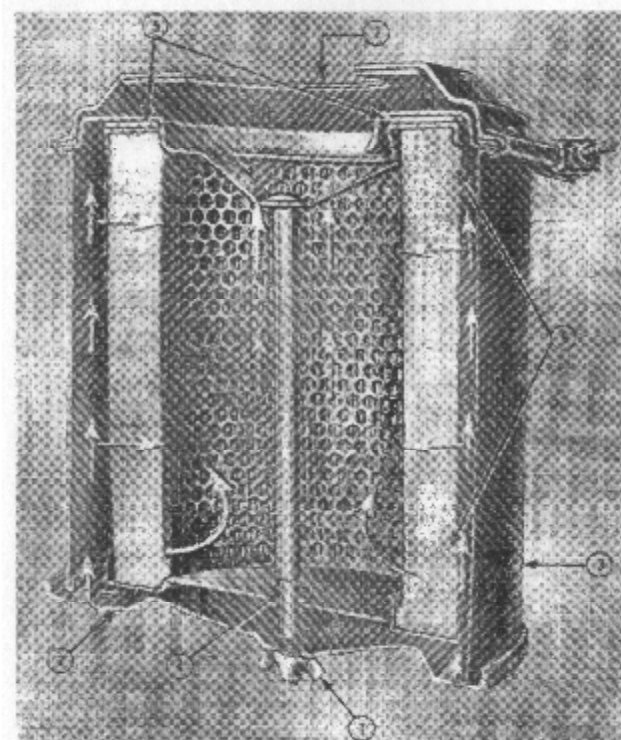

Рис.2-9 (ОМ 1028L) воздухоочиститель сухого типа
1. Открутите гайку - барашек (1 Рис.2-9), крепящую основание кожуха (2) к корпусу очистителя (3). Снимите основание кожуха.